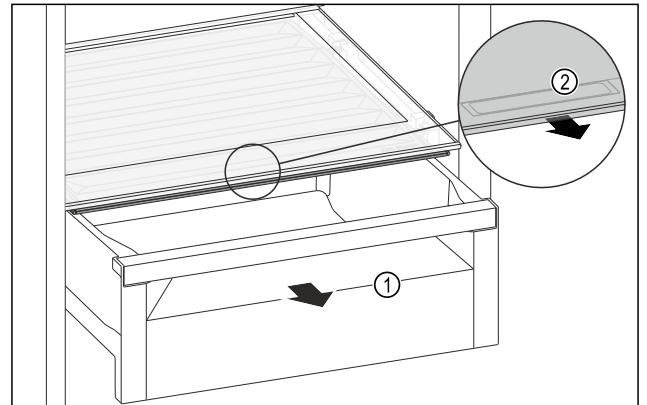

Fig. 206
- Vedä säilytyslokeron Fig. 206 (1) ulos.
- Tartu lokeron kannessa olevaan tartuntakohtaan Fig. 206 (2) ja vedä lokeron kantta samanaikaisesti eteenpäin.